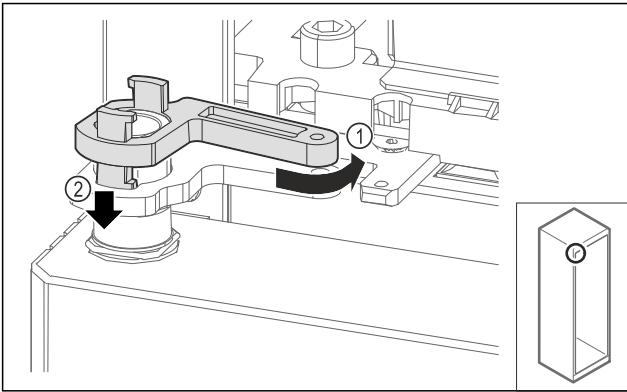

Fig. 66
- ▶ Verriegelung Lagerbock leicht zurückdrehen Fig. 66 (1), nach unten drücken Fig. 66 (2) und im Scharnierwinkel verriegeln.